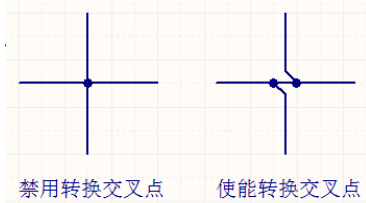

图 8-5 转换交叉节点
6) Convert Cross-Junctions (转换交叉节点): 该选项会将具有电气连接关系的十字交叉节点转换为外观上更加直观的电气连接形式, 电气连接关系仍然保持不变, 如图 8-5 所示。